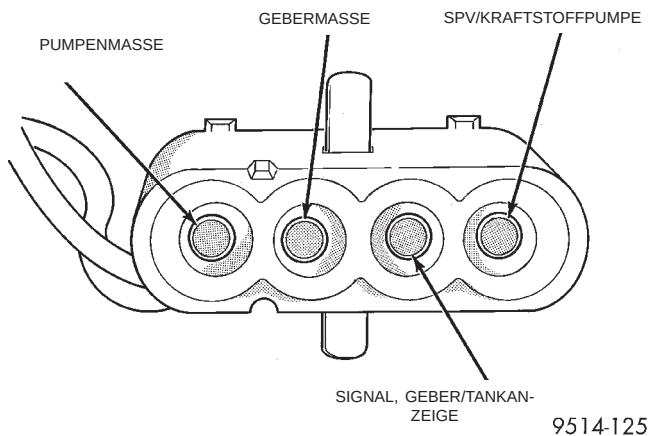

Abb. 27 Steckverbinder/Kraftstoffpumpe, Geber/Tankanzeige
(4) Die Anschlußkabel des Gebers/Tankanzeige im Steckverbinder montieren. Dazu die Kabel im Steckverbinder nach oben drücken und sie dann nach unten ziehen, bis sie einrasten. Sicherstellen, daß die Signalleitung und die Masseleitung in der korrekten Position eingebaut sind (Abb. 27).
(5) Das Sicherungselement am Steckverbinder montieren.
(6) Den Steckverbinder nach oben in die Unterseite des Steckverbinders der Kraftstoffpumpeneinheit drücken.
(7) Die Kraftstoffpumpeneinheit einbauen. Näheres hierzu siehe "Kraftstoffpumpeneinheit" in diesem Abschnitt.